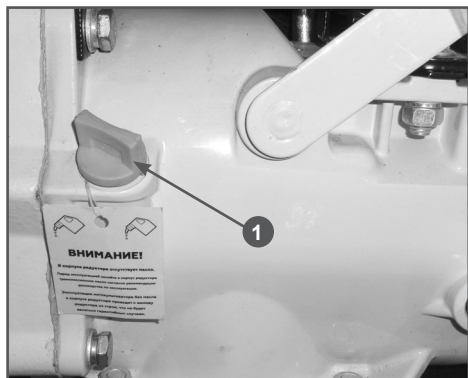

Рис. 14 Крышка-щуп маслозаливного отверстия коробки передач
2. Открутите крышку-щуп 1 маслосливного отверстия коробки передач (Рис. 14). Крышка находится с правой стороны если смотреть по ходу движения мотоблока.